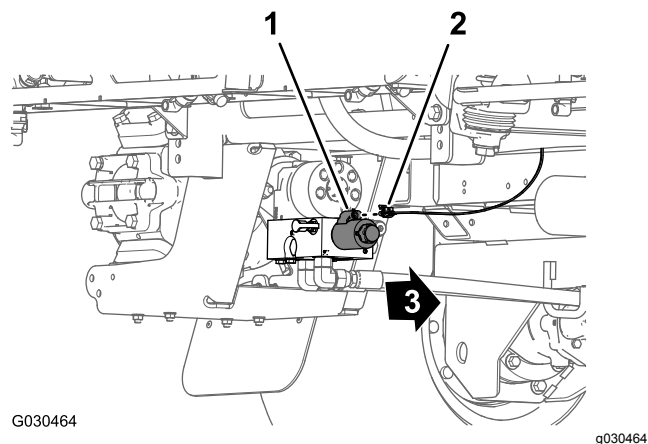

Bild 58
5. Trennen Sie hinten an der Maschine, innen an der Sprühpumpe, den 2-Buchsen-Stecker des hinteren Hauptkabelbaums vom 2-Stift-Stecker des Relais für die Pumpe ab (Bild 58).